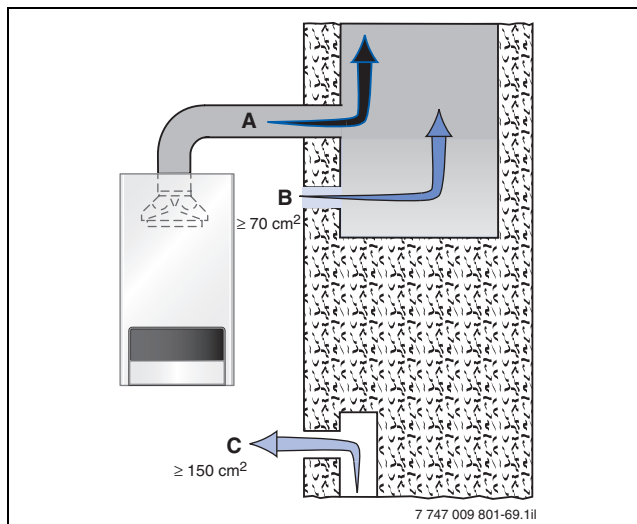

Bild 69 Luftzufuhr über Einzelschachtanlage (Prinzipabbildung)
- **Querschnitte der Lüftungsöffnungen** nach Bild 69, Position 1 beachten.
Legende zu Bild 69: